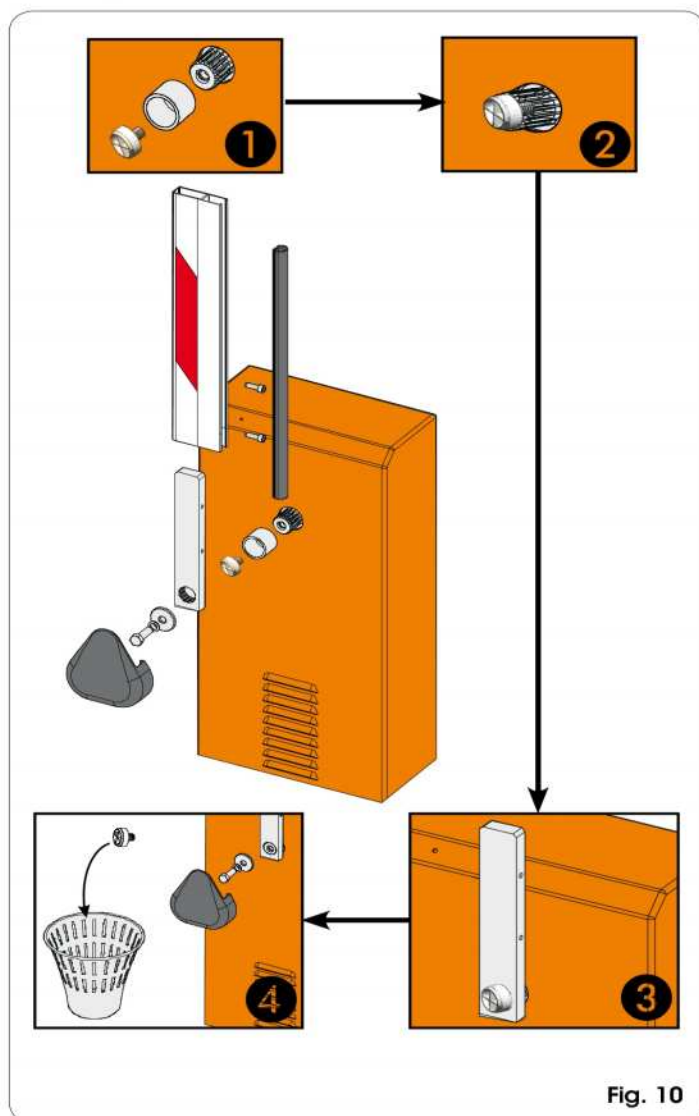
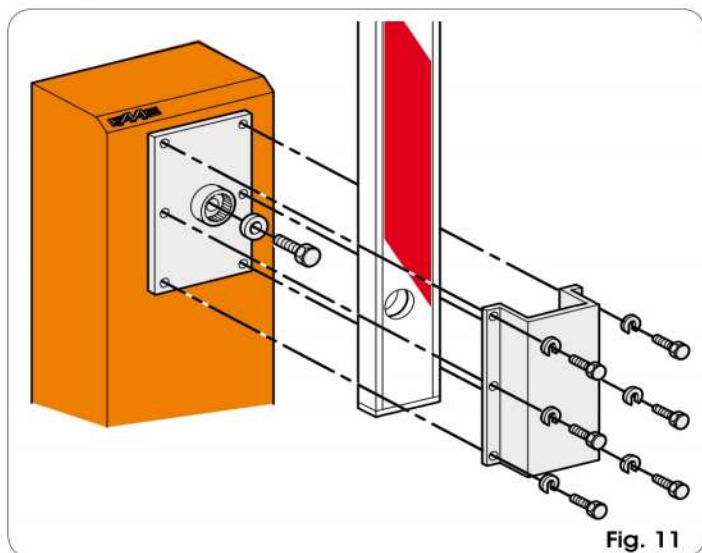

Fig. 10
Fig. 11
- 4) Ensamble la barra utilizando los tornillos entregados en dotación como se indica en las fig. 10 u 11 (el perfil de goma de la barra debe estar dirigido en el sentido de cierre).
2. Coloque la barra en posición de apertura y quítela del bolsillo porta barra como se indica en la Fig. 10 o en la Fig. 11 .